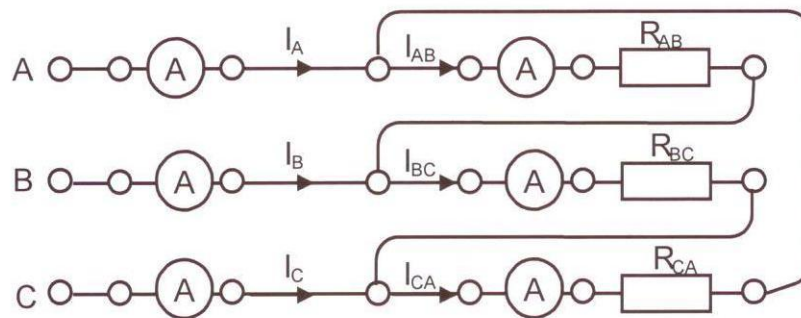
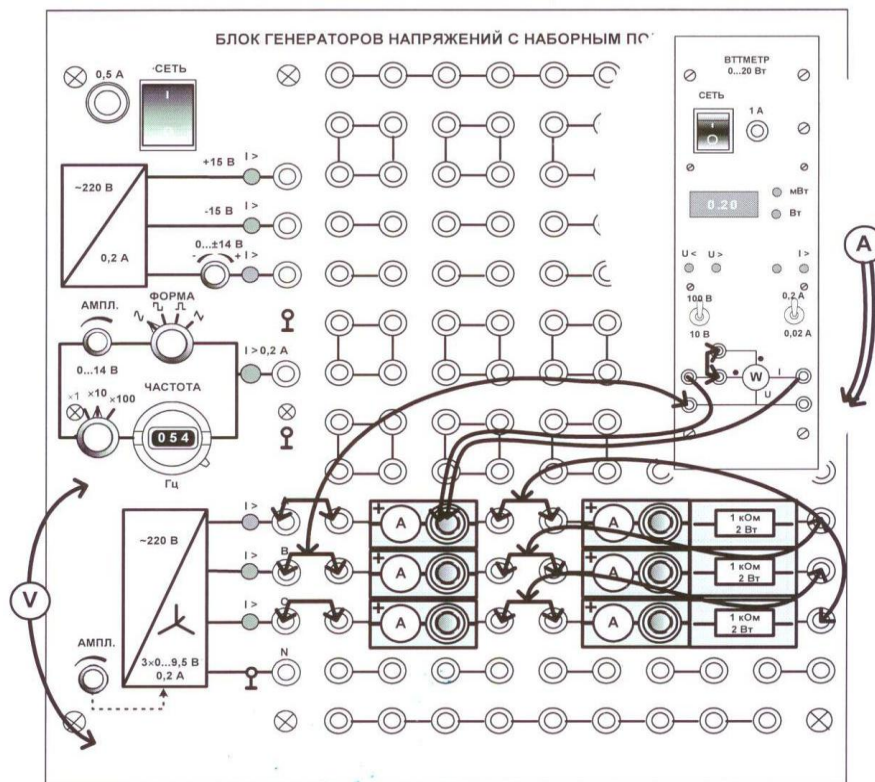

Рис. 12.1. Схема соединения нагрузки треугольником
Рис. 12.2 Монтажная схема
5.1. Соберите цепь с симметричной активной нагрузкой ($R_{AB} = R_{BC} = R_{CA} = 1 \text{ кОм}$) согласно принципиальной схеме (рис. 12.1) и монтажной схеме (рис. 12.2).